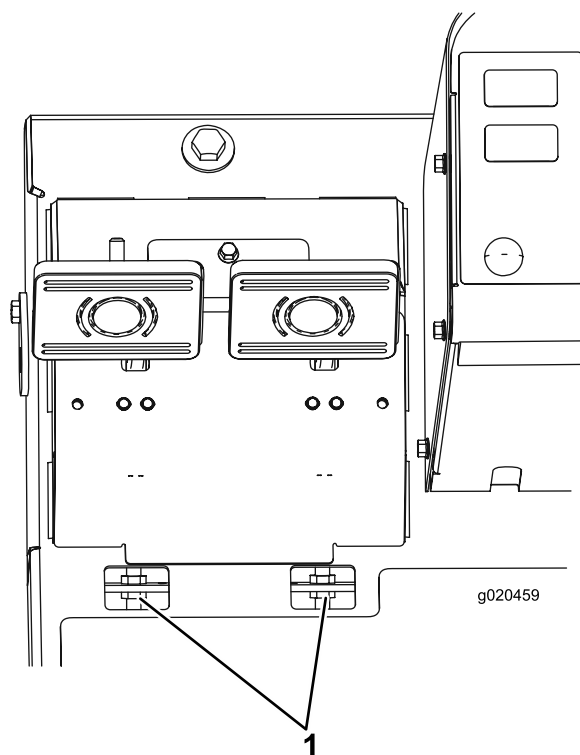

Figura 68
- B. Afloje la tuerca delantera del extremo roscado del cable de freno (Figura 68).